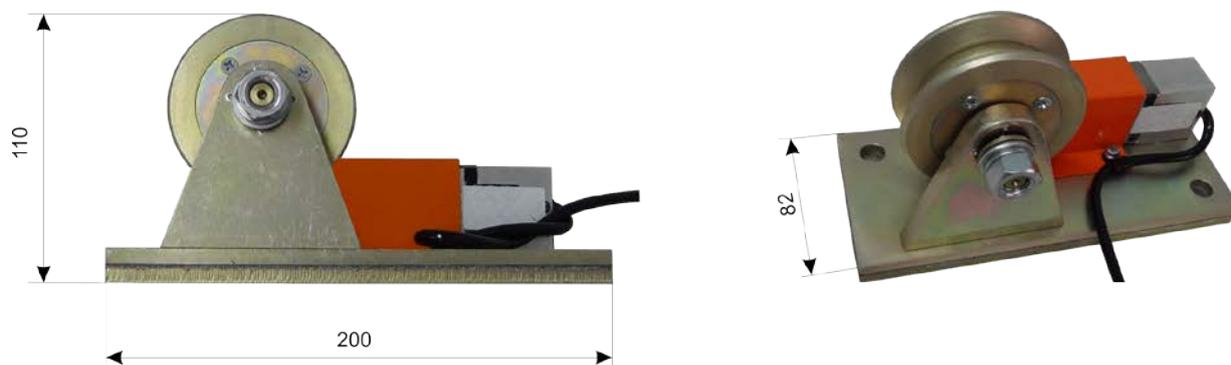

Рис. 5
6.5. Датчик веса груза представляет собой прибор, преобразующий силу натяжения грузового троса, обусловленную массами поднимаемого груза и крюковой обоймы в электрический сигнал. В данной модификации АС-АОГ-01м⁺ датчик веса груза состоит из двух опорных роликов, Рис.1, и датчика усилия, Рис.5, измеряющего силу натяжения в подвижной ветви грузового троса. Датчик усилия выполнен на базе тензопреобразователя фирмы "Тензо-М" либо Vishay класса точности 0,03%.